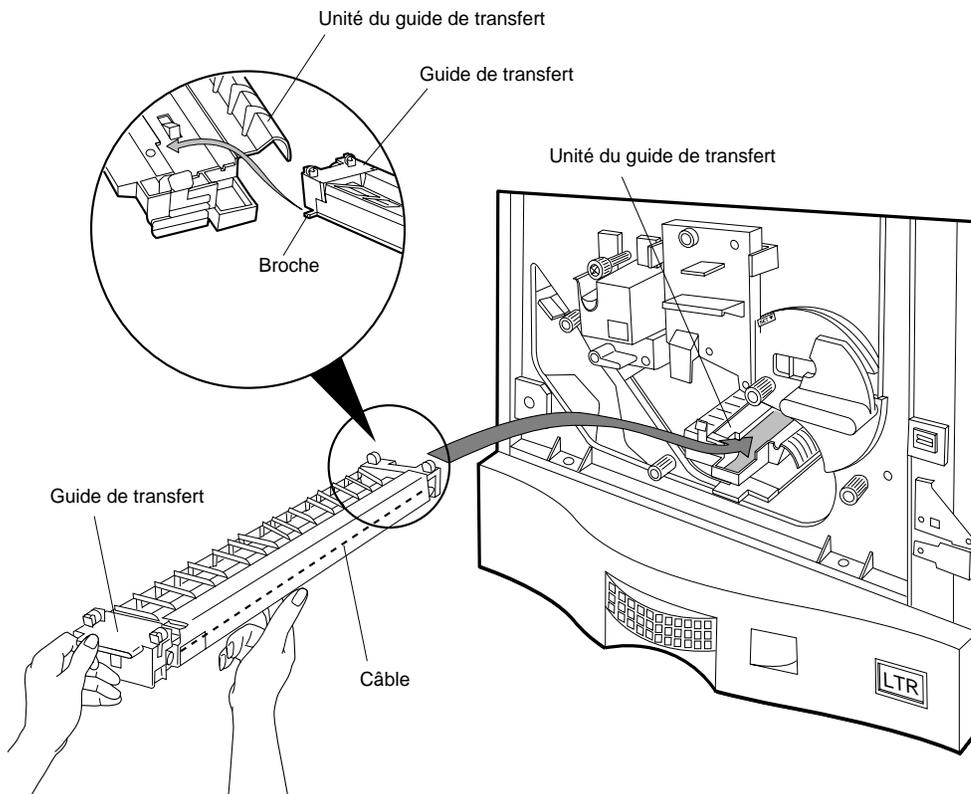

Figure 4-24 Retrait de l'unité de transfert
3. Appuyez sur l'unité de transfert et faites-la remonter pour la dégager du guide de l'unité, comme illustré à la Figure 4-24. Faites glisser l'unité de transfert pour la sortir du guide.